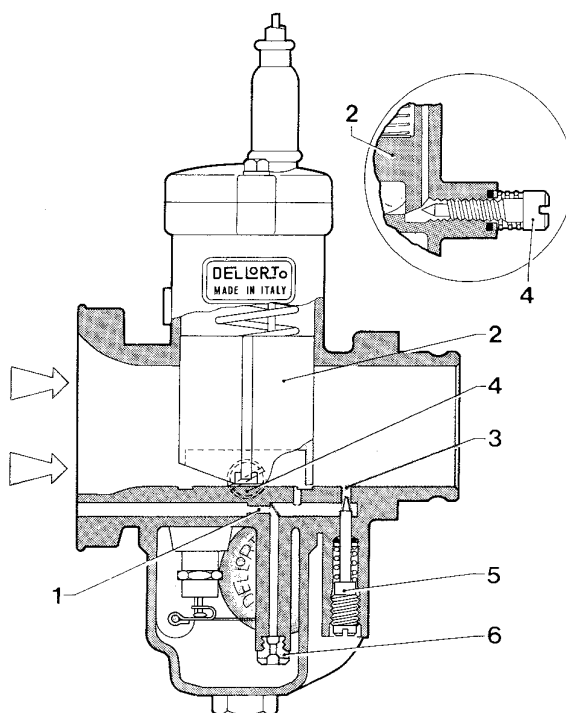

Fig. 14
Nella Fig. 14 è illustrata la valvola gas (2) in posizione di minimo regolata dalla vite (4).
In figure 14 throttle valve (2) is shown in idling position, adjusted by screw (4).